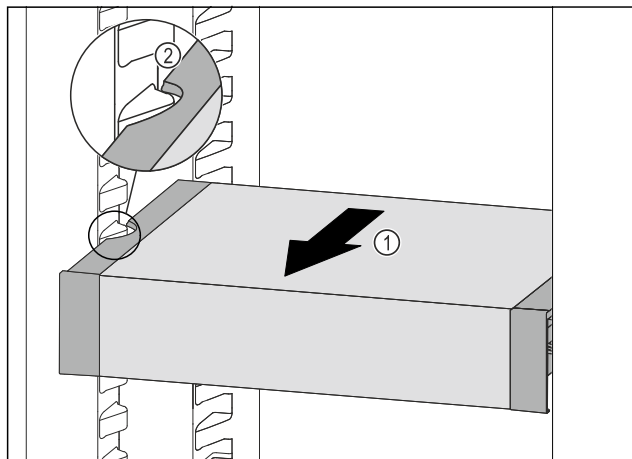

Fig. 134
- Táhněte VarioSafe dopředu Fig. 134 (1), dokud nebudou boční vybrání VarioSafe na úrovni žebrování na nádoby v chladničce. Fig. 134 (2)